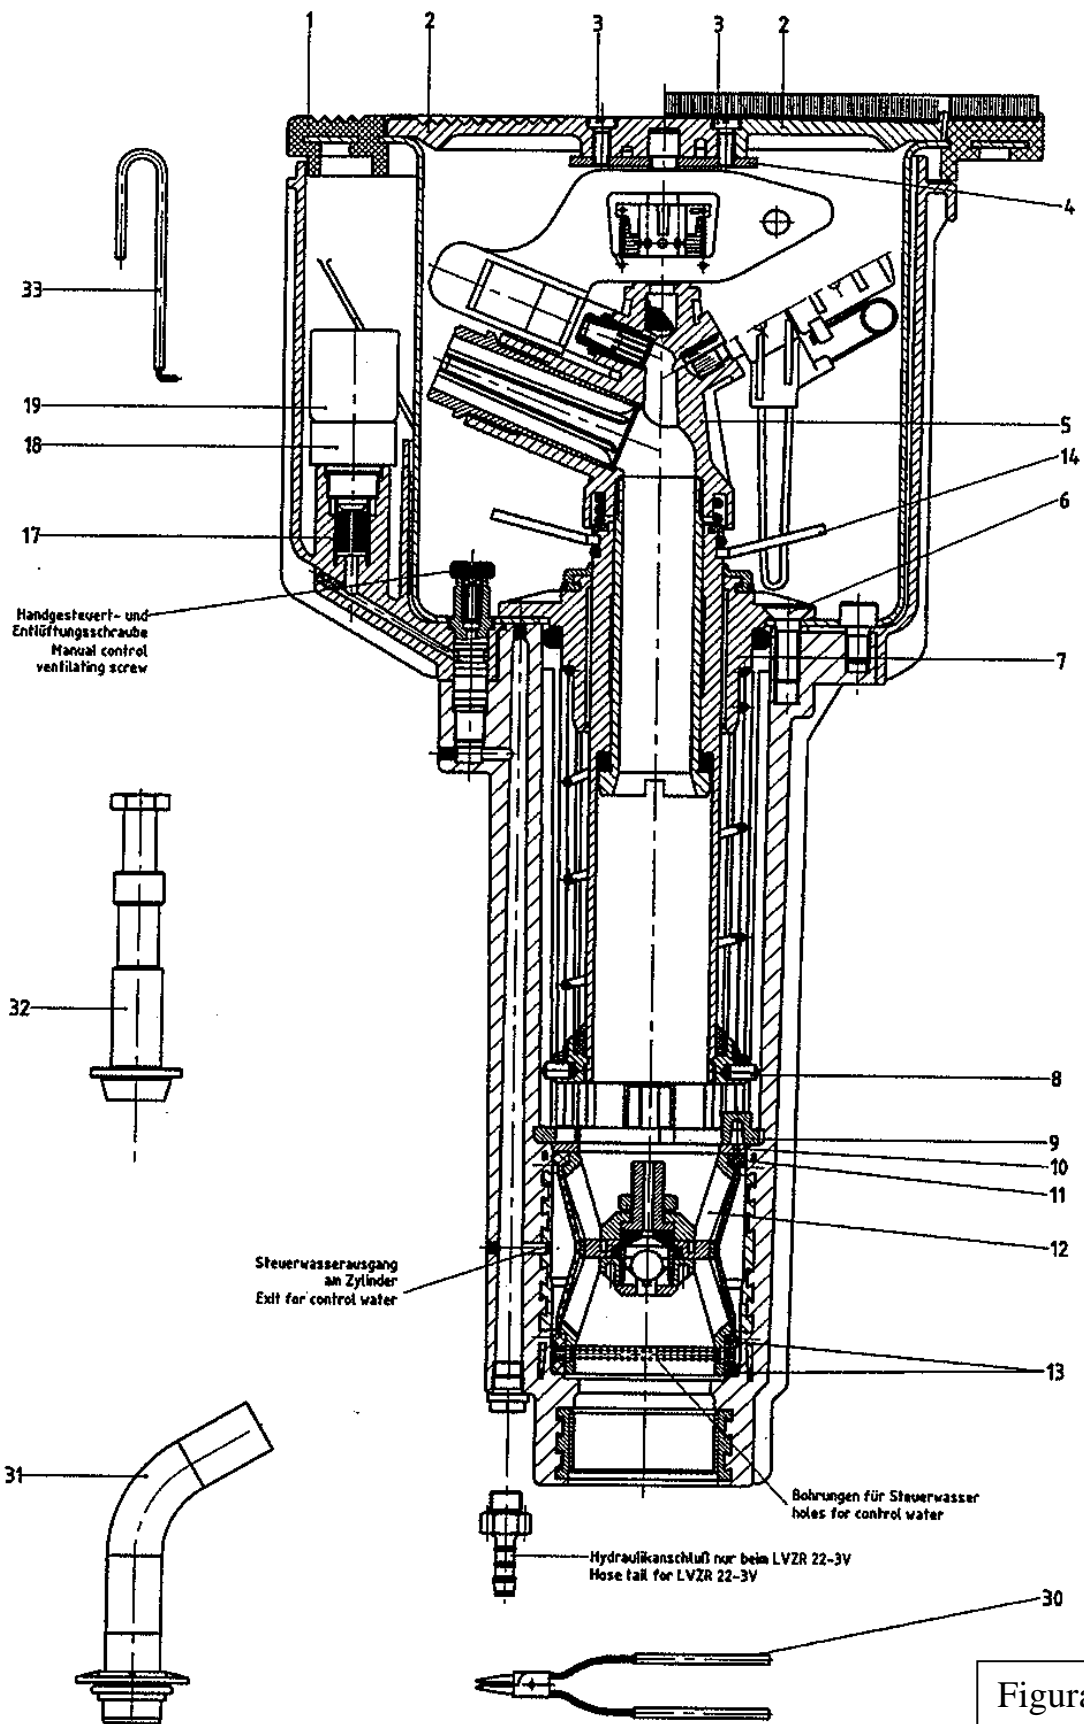

Figura 1
- Llene de agua los tubos de control asegurándose de que sale todo el aire. El tornillo de purgado esta situado en el interior de la carcasa. Ver a continuación la figura 1.